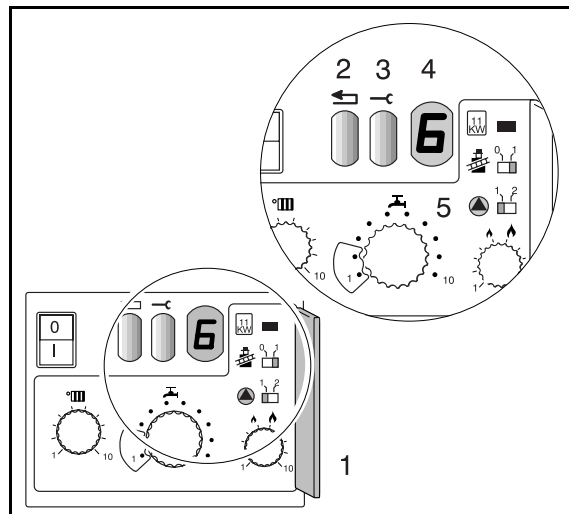

Abb. 2 2. Bedienebene, Betriebs- und Störungsmeldungen
- Abdeckung der 2. Bedienebene öffnen (Abb. 2, Pos. 1).
- Schalter "pump" auf Stellung 2 (Pumpennachlaufzeit 24 h) stellen (Abb. 2, Pos. 5).
Der Betriebszustand oder eine eventuelle Störung werden auf dem Display (Abb. 2, Pos. 4) angezeigt. Die Meldung besteht aus zwei Zeichen. Nach Drücken der Servicetaste (Abb. 2, Pos. 3) wird das zweite Zeichen angezeigt.